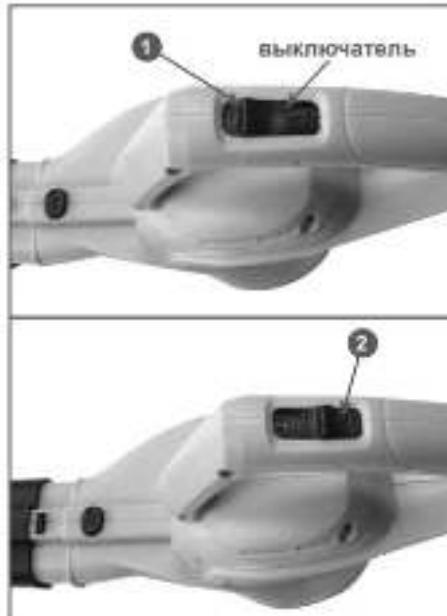

Рис. 4
Для включения воздуходувки установите выключатель 5 (рис.1) в позицию «1» или «2» (рис. 4). Для выключения воздуходувки установите выключатель в позицию «0» (рис. 4).
2. Если воздушный поток слишком сильный, то выберите режим пониженной производительности установкой выключателя в положение 1 (Рис.4) и/или поднимите устройство немного выше от мусора, и/или удалите его на большее расстояние.